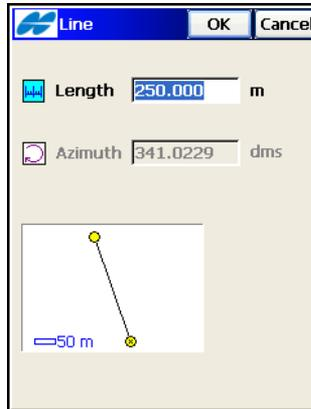

Abbildung 7-9. Neue Linie
2. Geben Sie im Fenster *Linie* die Länge der Gerade und, sofern es sich um das erste Element der Trasse handelt, ihren Azimut ein (Abbildung 7-9 auf Seite 7-9). Normalerweise wird als Azimut die Tangentenrichtung des vorhergehenden Elements gewählt. Um das Azimut eines Folgeelements zu ändern, deaktivieren Sie das Kontrollkästchen *Tangential an letztes Element* über das Hilfemenü oben links im Fenster.